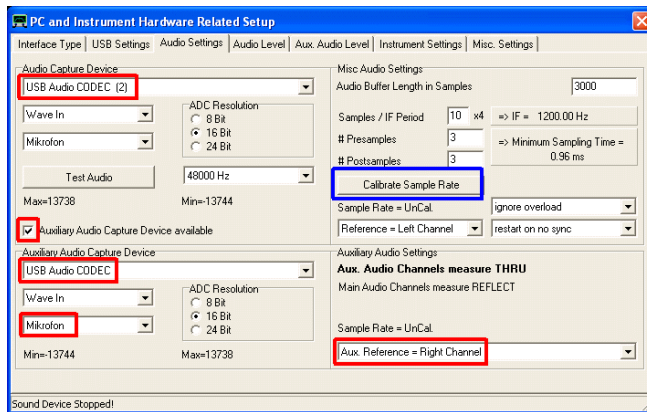

Abb. 1. Konfiguration des Auxiliary Audio Capture Device
3.1.2 Wählen Sie die Registerkarte (tab) "Audio Level" aus und klicken Sie die Box "Auxiliary Audio Capture Device Available", in der Abb. 1 an, das anwendbar ist für das Windows XP Betriebssystem. Das wird die Konfiguration des Auxiliary Audio Capture Device zeigen. Ändern Sie die Einstellungen, wie gezeigt, in der Abb. 1.
Wenn die "Auxiliary Audio Capture Device available" checkbox in der Abb. 1 **NICHT** gezeigt wird, dann exit die VNWA Anwendung und fügen Sie die Zeile `AuxAudio=1` in die Datei VNWA.ini ein, mit einem Texteditor und startet dann die VNWA Anwendung wieder.
3.1.3 Drücken Sie den Button "Calibrate Sample Rate", wie in der Abb. 1 angezeigt wird. Wenn die Sample Rate Calibration scheitert (Der erste Puls wird nicht entdeckt), dann wechseln Sie die beiden USB-Audio-Codec-Device und prüfen wieder z.B. Audio Capture wird "USB-Audio-Codec" und Aux.-Audio-Capture wird "USB-Audio-Codec 2").
3.1.5 Verbinden Sie die TX- und RX-Ports mit einem kurzen Koaxkabel und überprüfen die reflektierte Sinuswelle, in der Abb. 1. jetzt erscheint eine schwach blaue Linie.
**Troubleshooting:** Wenn die oben genannte Anzeige nicht erhalten wird, dann überprüfen die USB-Audio Settings in der Abb. 1. und führen Sie Schritt 3.1.3 noch einmal durch.